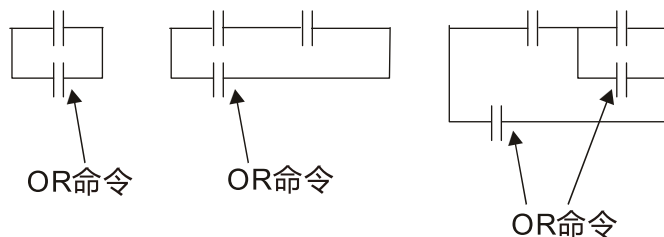

图 16-33
5. **OR (ORI) 命令**：单一装置接于一装置或一区块的组合。如下图 16-33 所示：